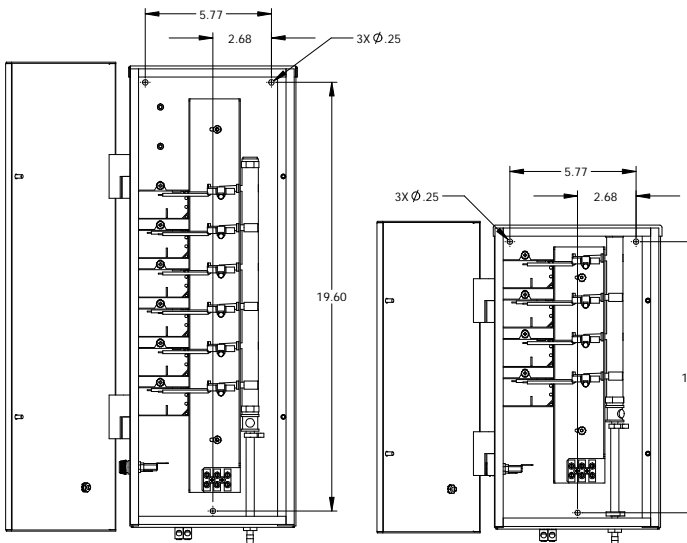

Figure 1: Dimensions des Trous de Montage
1. Ouvrez la porte de l'enceinte et trouvez les trois trous de montage sur la paroi arrière de l'enceinte. Vous trouverez deux trous situés en haut à gauche et à droite, et un autre situé en bas, dans le centre. Reportez-vous à l'illustration de la Figure 1 pour plus de clarification.